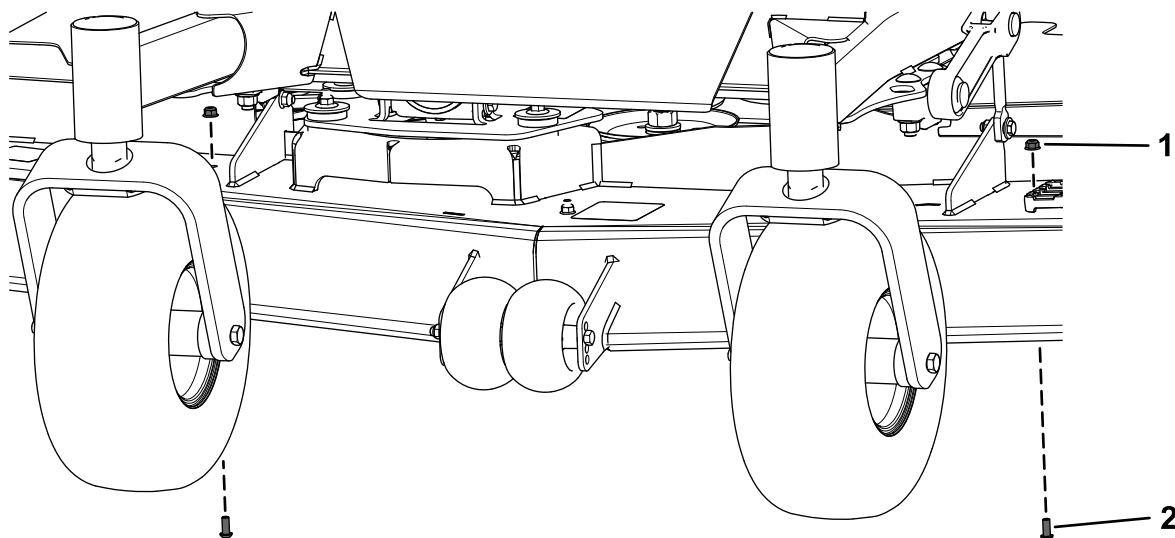

Рисунок 14
2. Видаліть 2 гвинти зі сферичною головкою (5/16 x 3/4 дюйма) та 2 фланцеві гайки (5/16 дюйма) з передньої частини деки газнокосарки (Рисунок 14).